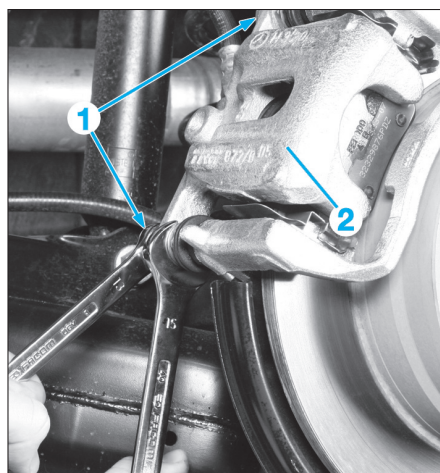

FIG. 18
- Déposer (Fig.18) :
- les 2 vis (1),
- l'étrier (2).